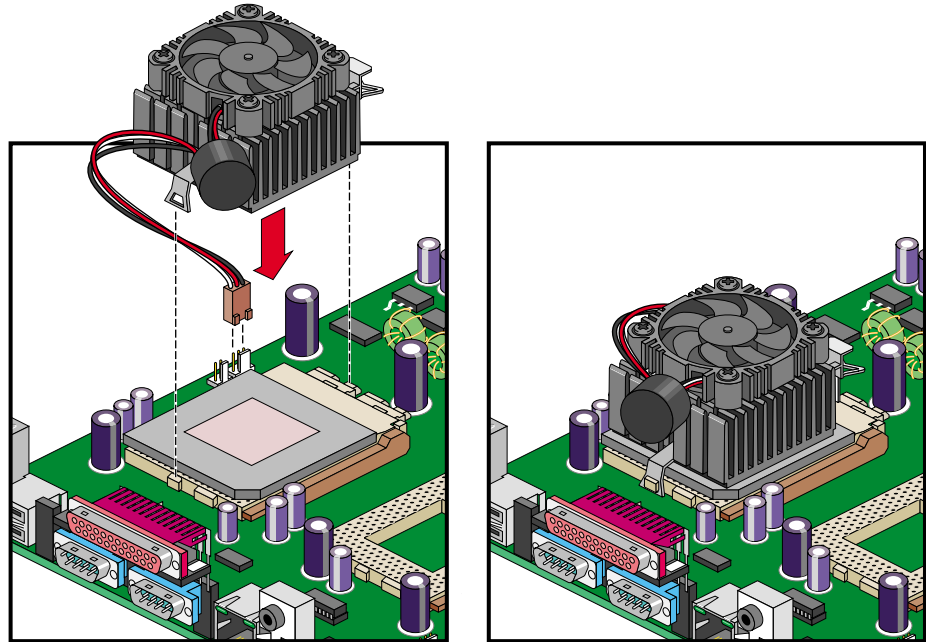

Figura 3-3 Bloqueo del soporte metálico en su lugar
4. Coloque un lado del soporte metálico del ventilador o disipador térmico en el receptáculo de la CPU y presione con cuidado sobre el otro lado del soporte hasta que encaje en su alojamiento, como se muestra en la Figura 3-3.